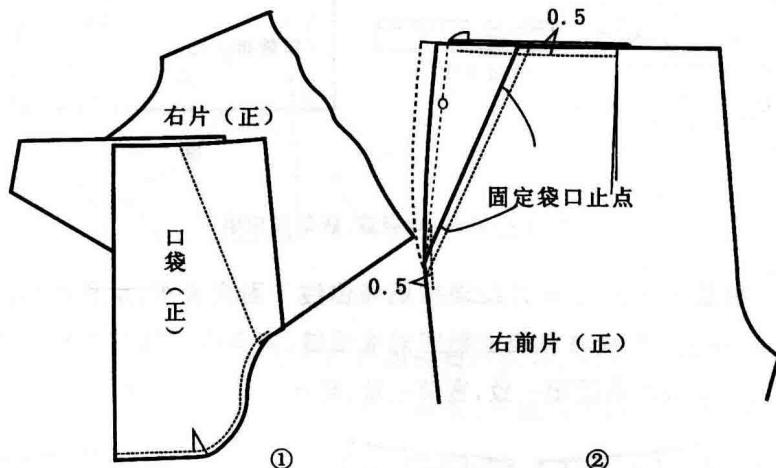

图 1.1-14 封袋口
翻缉袋布(见图 1.1-14—①): 口袋翻正并熨烫平整。沿袋口边缉线 0.5cm。
封袋口(见图 1.1-14—②): 裤子正面朝上, 放平整裤片与口袋, 按照口袋宽位置做套结封口; 然后翻开袋布, 将袋垫与前裤片缉线 0.5cm 接顺固定, 再将袋布与腰口固定。